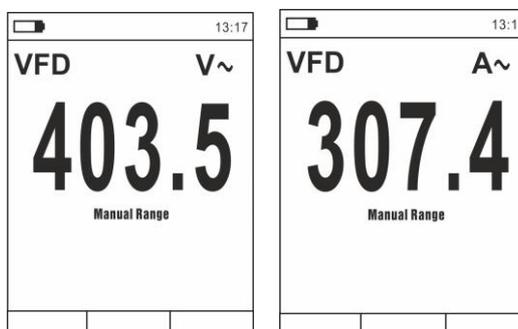

Fig. 11 Descrizione misura di Tensione o Corrente AC in modo VFD
3. Premere a lungo il tasto **MODE/VFD** selezionando le modalità "VFD" (vedere Fig. 11)